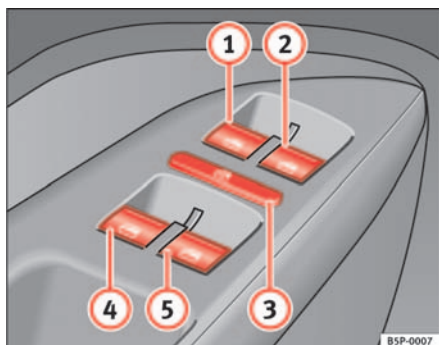

Abb. 69 Ausschnitt aus der Fahrertür: Bedienelemente für vordere und hintere Fenster
Die Tasten ⇒ Seite 109, Abb. 69 ① und ② haben zwei Stufen zum Öffnen und zwei zum Schließen des Fensters. Dadurch ist es einfacher, die Öffnungs- und Schließvorgänge zu kontrollieren.